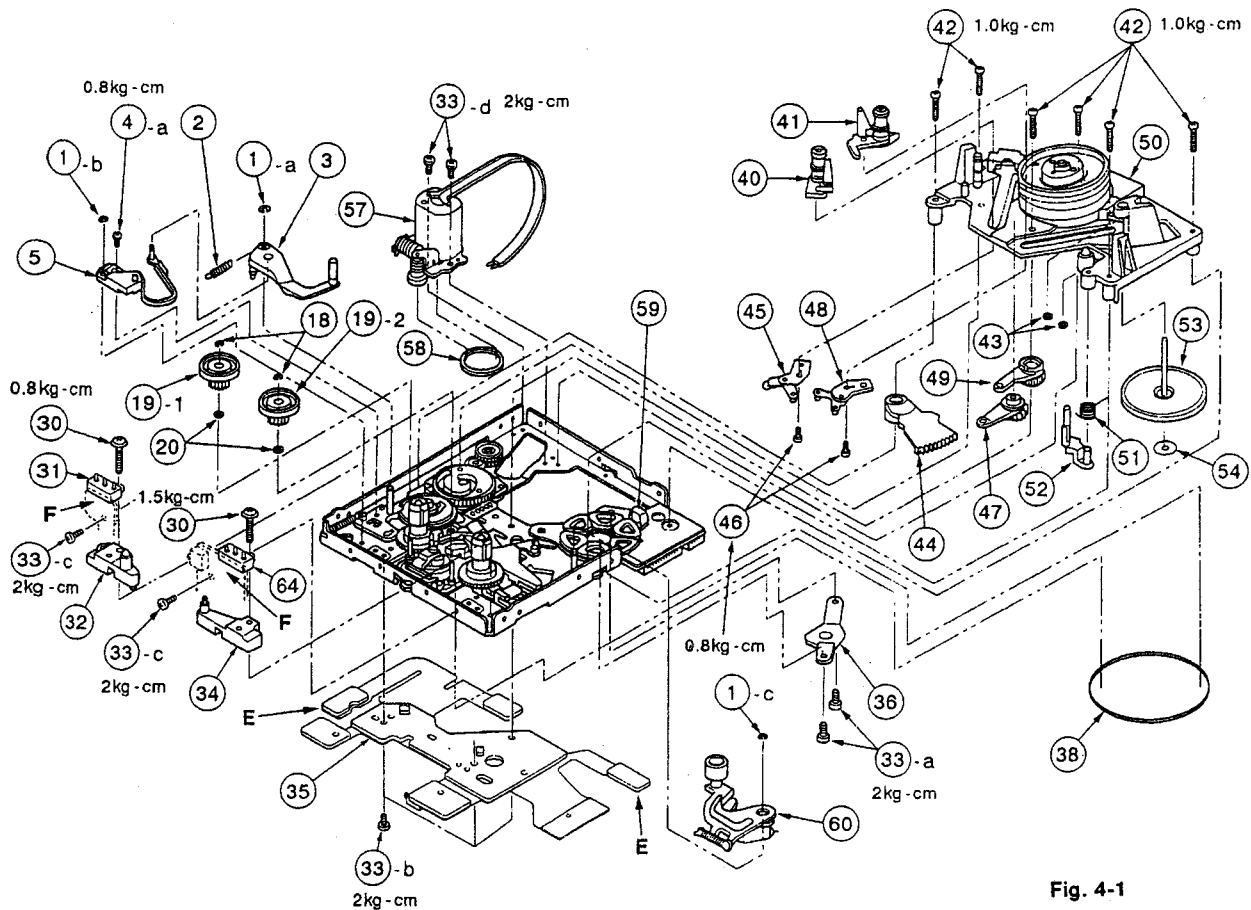
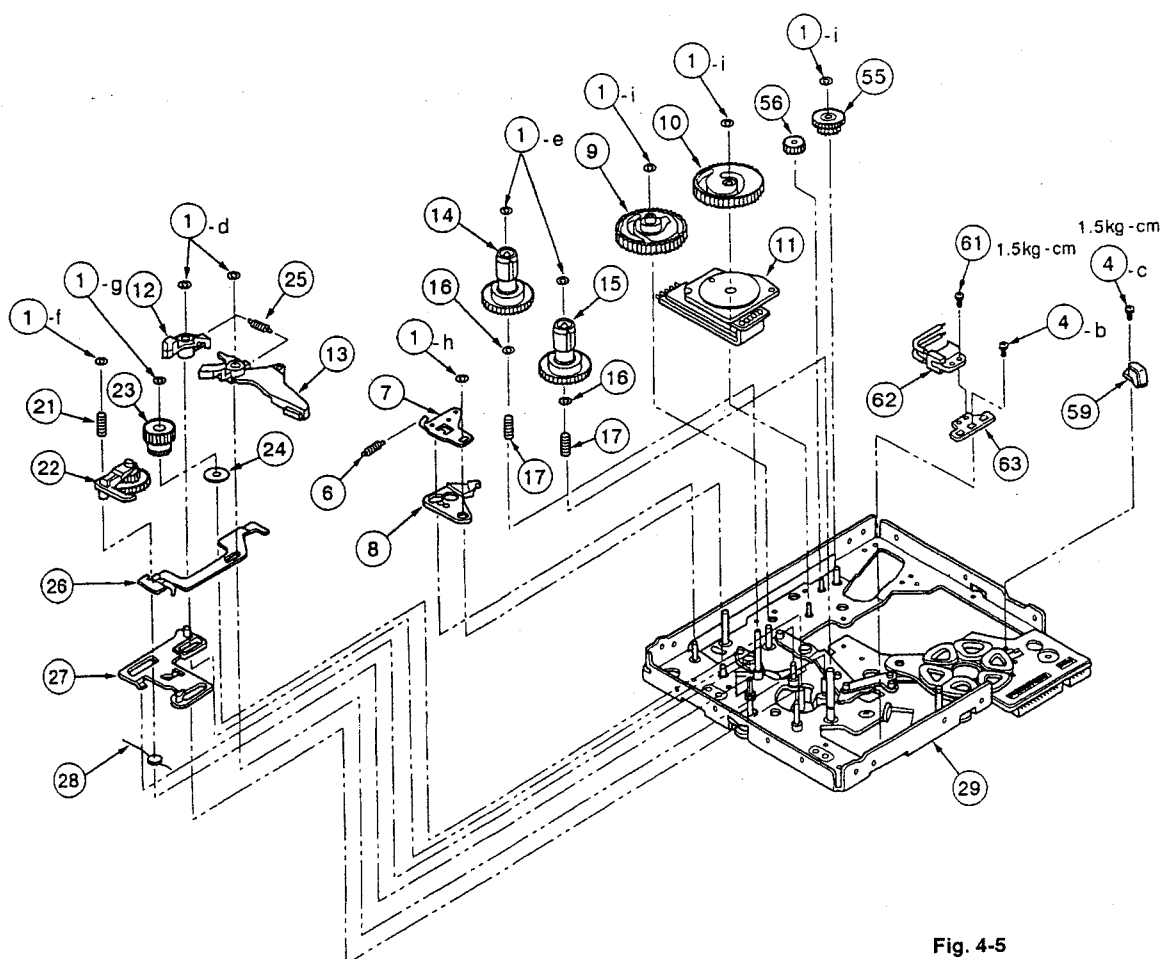

Fig. 4-1
Fig. 4-5
- 1) Desolder the E section (8 positions) and F section (8 positions). See Fig. 4-1.
- 2) Desolder 9 positions to remove the 5-core J line from the ①① Mode SW (Fig. 4-5), the 2-core J line from the ③⑦ Loading Gear Block (Fig. 4-1) and the lead wire from the ⑥② Solenoid (Fig. 4-5).
- 3) Unscrew the two ③③-c screws.
- 4) Unscrew the three ③③-b screws, then remove ③⑤.
- 1) 図4-1のE部半田付け(8カ所)とF部半田付け(8ヶ所)を外す。
- 2) 半田付け9ヶ所 [①① Mode SW (Fig. 4-5) からの5芯J線 + ③⑦ Loading Gear Block (Fig. 4-1) からの2芯J線 + ⑥② Solenoid (Fig. 4-5) からのリード線] を外す。
- 3) ③③-cネジ2本を外す。
- 4) ③③-bネジ3本を外し、③⑤を外す。
- 注意)** 組立時に半田付けするとき、①①、③⑦のJ線の向きに注意すること。